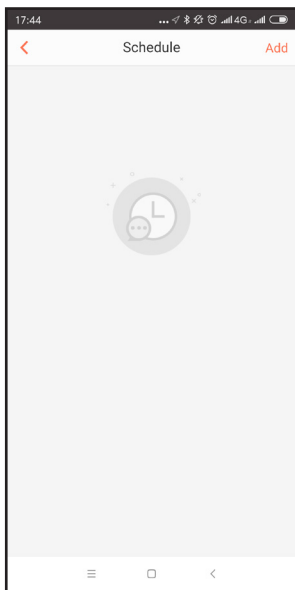

Рис. 14
7. Чтобы настроить уборку по графику, нажмите «Settings» - «Schedule» - «Add», чтобы настроить график уборки [Рис. 14, 15]. Сохраните настройки.